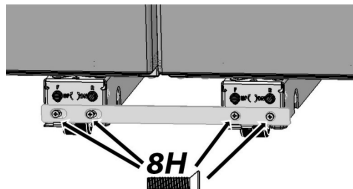

Fig. 14
15. Después de colocar el refrigerador/congelador uno al lado del otro a 1/2" de distancia, ajuste un soporte 9H al frente de los niveladores (Fig. 14), manteniendo aflojados los tornillos 8H del lado izquierdo.
- c. Ajuste los cuatro tornillos 8H (Fig. 14 y 15) a través de los 2 soportes 9H delanteros y traseros. Es posible que necesite varios ajustes para que la moldura central esté nivelada y centrada con las unidades.